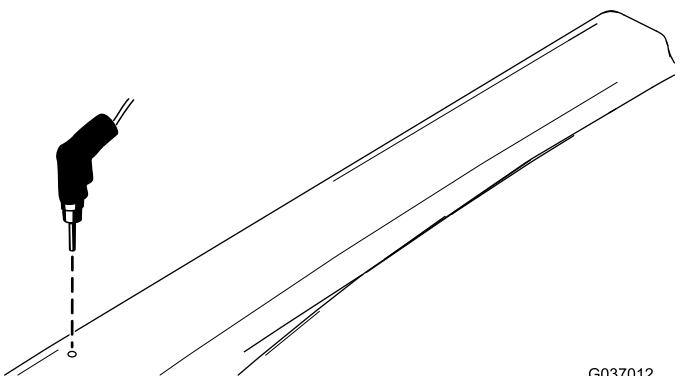

Figura 13
15. Usando como plantilla el taladro de la parte superior del soporte del techo, perfore un taladro de 7,9 mm en cada lado del toldo (Figura 13).